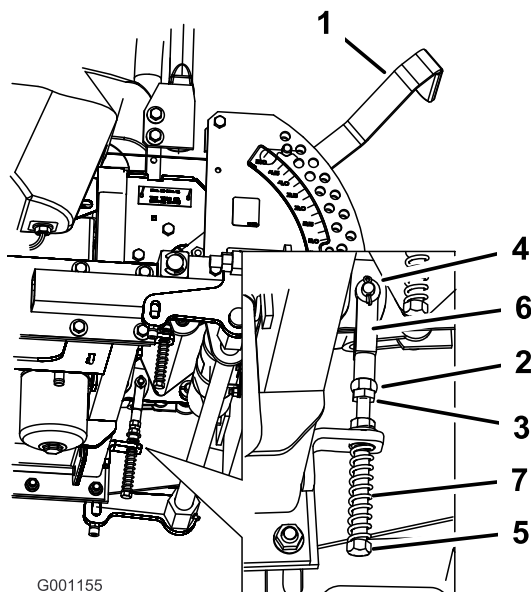

Bild 93
8. Sollte eine Einstellung erforderlich sein, lockern Sie die Mutter und die Klemmmutter gegen das Joch (Bild 93).
9. Drücken Sie den Fahrtriebshebel leicht nach hinten und drehen Sie den Kopf der Einstellschraube in die entsprechende Richtung, bis der Schaltbügel Schalthebel in der ARRETIERTEN NEUTRAL-Stellung zentriert ist (Bild 93).
10. Ziehen Sie die Mutter und die Klemmmutter an (Bild 93).